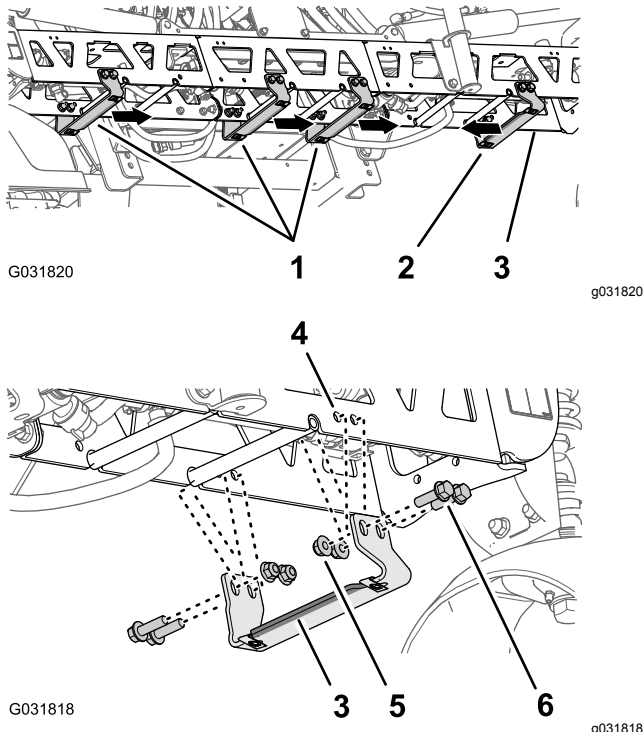

Figura 236
3. En la sección de brazo central, localice el par de orificios situado más a la derecha en la cara vertical del tramo de celosía que tienen un espaciado de 25 mm (Figura 236).
4. Alinee los orificios de un soporte de sujeción (Pieza Toro N° 131-3703-03) con los orificios de la sección de brazo central que identificó en el paso 3, con la pestaña ancha del soporte a la izquierda; consulte Figura 236.
5. Monte el soporte en el tramo de celosía (Figura 236) con 4 pernos con arandela prensada ($\frac{3}{8}$ " x $1\frac{1}{4}$ " – Pieza Toro N° 110-5050) y 4 contratuercas con arandela prensada ($\frac{3}{8}$ " – Pieza Toro N° 104-8301).
6. Localice los pares de orificios restantes situados en la cara vertical del tramo de celosía que tienen un espaciado de 25 mm (Figura 236).
7. Alinee los orificios en los 3 soportes de sujeción (Pieza Toro N° 131-3703-03) con los orificios de la sección de brazo central que identificó en el paso 6, con la pestaña ancha del soporte a la derecha (Figura 236).
8. Monte los soportes en el tramo de celosía (Figura 236) con 12 pernos con arandela prensada ($\frac{3}{8}$ " x $1\frac{1}{4}$ " – Pieza Toro N° 110-5050) y 12 contratuercas con arandela prensada ($\frac{3}{8}$ " – Pieza Toro N° 104-8301).